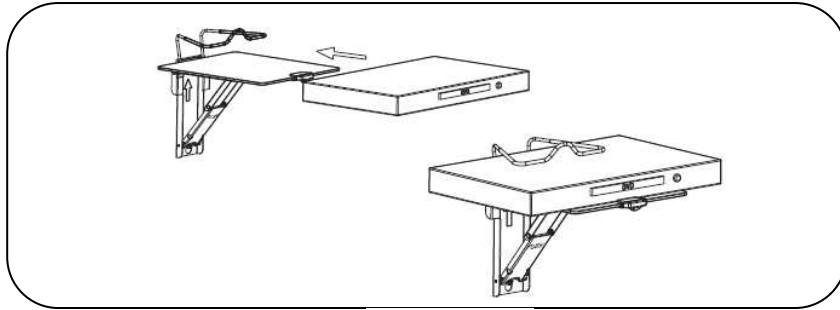

Figura 8
- Retire el equipo para el centro de la plataforma de vidrio y luego suelte el clip lentamente como se muestra en la figura 8.